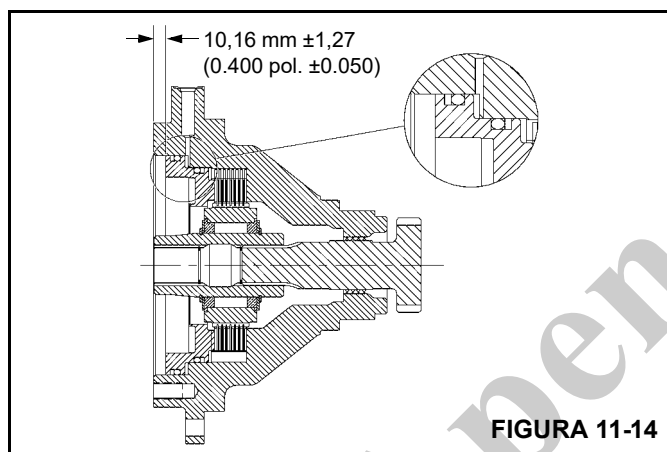

FIGURA 11-14
1. Remova uniformemente os quatro parafusos com cabeça (11) que prendem a tampa do freio (20) no lugar. A pressão da mola elevará a tampa à medida que os parafusos com cabeça forem afrouxados. Remova a tampa da carcaça do freio.
2. Remova as molas (24) do pistão e verifique a altura livre delas. Cada mola deve medir pelo menos 30,5 mm (1.20 pol.) sem força aplicada.
3. Para remover o pistão do freio (10), instale duas peças completamente rosqueadas (3/8-16NC) na parte inferior das duas cavidades das molas.
13. Instale as placas de estator (19) e os discos de atrito (18) na carcaça do freio, começando com um estator e alternando discos de atrito e placas de estator. Há uma placa de estator a mais do que discos de atrito, portanto, o último item instalado é uma placa de estator.
14. Após a instalação, verifique a espessura do freio para determinar se as dimensões estão dentro da tolerância mostrada na Figura 11-14. Se a medição for superior à mostrada, alguns discos de atrito e placas de estator
- Revista os anéis de encosto e anéis de vedação novos com uma fina camada de óleo e instale no pistão (10) com os anéis de encosto voltados para fora do pistão. Consulte a Figura 11-14 para instalação adequada dos anéis de vedação e anéis de encosto.